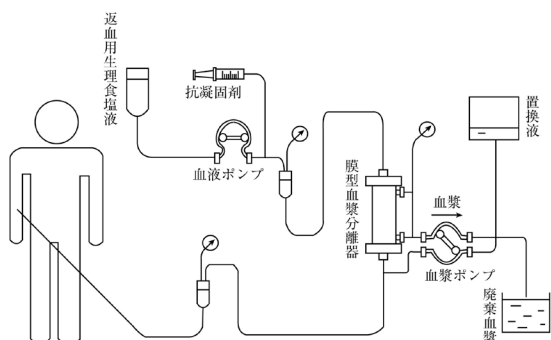

図 6. 終了操作
- 3) 脱血側回路を返血用生理食塩液に接続する (図 6 参照)。